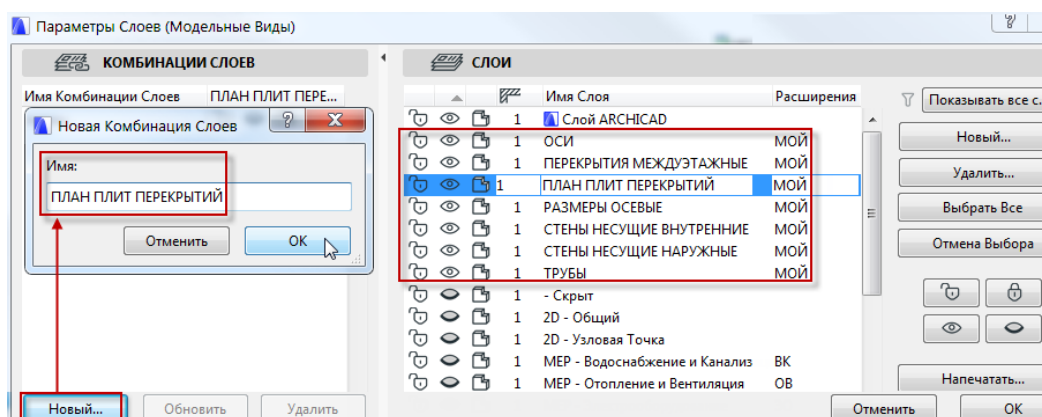

Рис. 11.3
*Новая комбинация слоев.* Откройте диалоговое окно *Параметры Слоев* (меню *Параметры – Реквизиты Элементов*, меню *Документ – Слои* или табло оперативных параметров  *Специальный*). В правой части диалогового окна (*СЛОИ*) отключите почти все слои, оставив видимыми только несущие стены (символы труб также должны быть видны), перекрытия, оси и осевые размеры. Создайте новый слой **ПЛАН ПЛИТ ПЕРЕКРЫТИЙ.МОЙ**. В левой части диалогового окна (*КОМБИНАЦИИ СЛОЕВ*) создайте для включенных слоев комбинацию **ПЛАН ПЛИТ ПЕРЕКРЫТИЙ** (рис. 11.3). Закройте диалоговое окно.